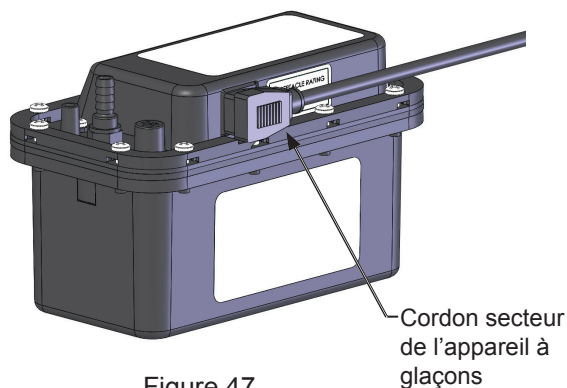

Figure 47
7. Débranchez le cordon d'alimentation de l'appareil à glaçons de la pompe de drainage (Voir la Figure 47).